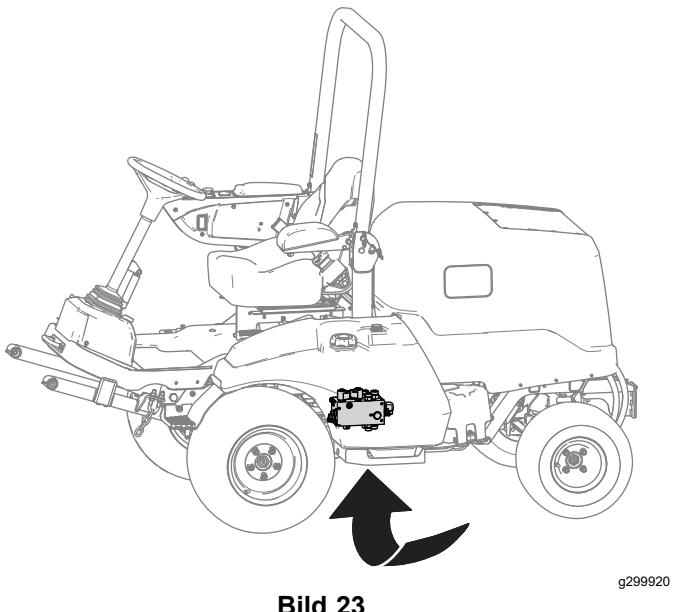

Bild 23
- Suchen Sie den Hubverteiler unter der Maschine (Bild 23).